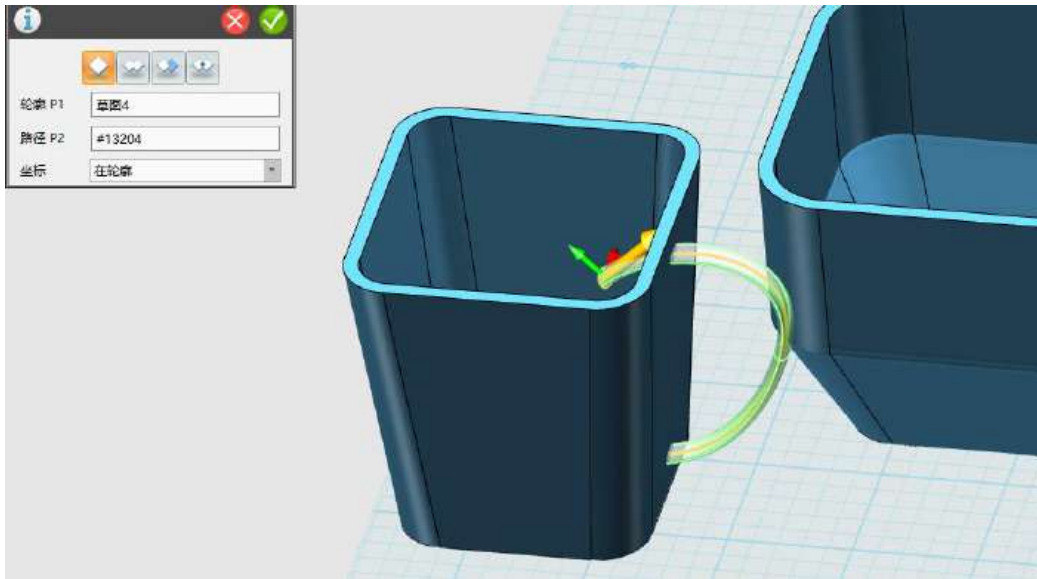

图 2-6
Step 6 选择扫掠命令，轮廓选择绘制的椭圆，路径选择曲线，如下图 2-6 所示：